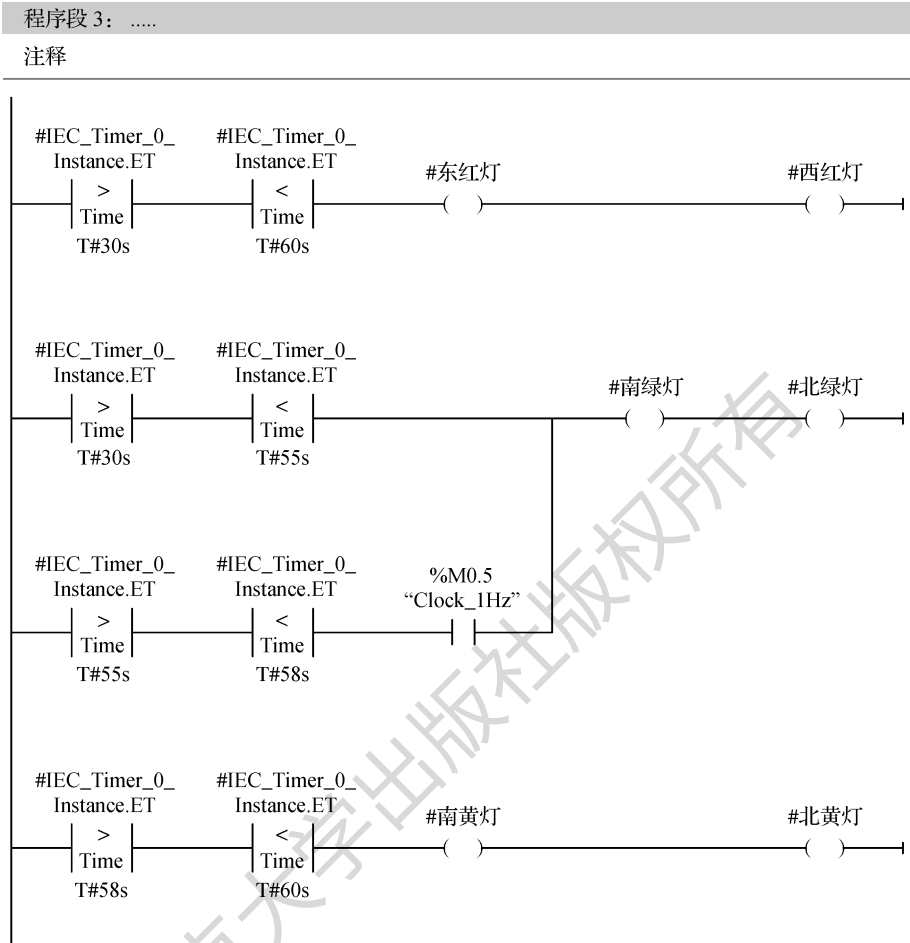

图 2-8 程序段 3
(3) 程序段 3: 设置后 30 s 交通灯的控制要求, 在 30—60 s 东西红灯常亮, 30—55 s 南北绿灯常亮, 55—58 s 南北绿灯以 1 Hz 频率闪烁, 58—60 s 南北黄灯常亮, 如图 2-8 所示。